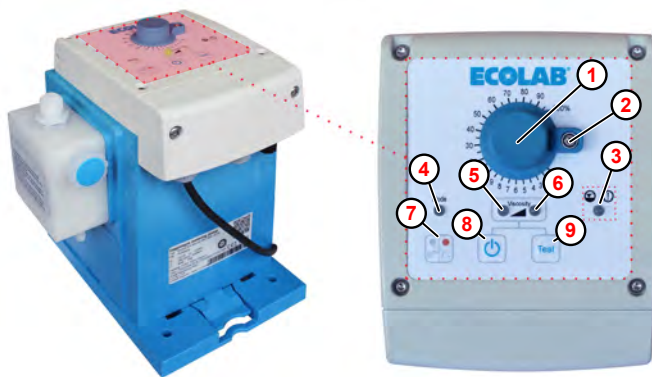

Abb. 15: Ein/Aus- Taste der „EcoUp“
1. Die Pumpe wird über den Ein/Aus- Taster  ( Abb. 15 , ⑧ ) ein-, bzw. ausgeschaltet.
Je nach gewähltem Dosiermodus leuchtet oder blinkt entweder die linke LED ( Abb. 15 , ⑤ , Viscosity low) oder die rechte LED ( Abb. 15 , ⑥ , Viscosity high).
1. ▶ Beim ersten Einschalten ist die Pumpe auf Betriebsart manuell eingestellt, die LED Betriebsart ( Abb. 15 ,  ) ist aus. Die Pumpe läuft nach dem Einschalten sofort los, die LED Betriebsstatus / Dosiermodus  bzw.  leuchtet grün.